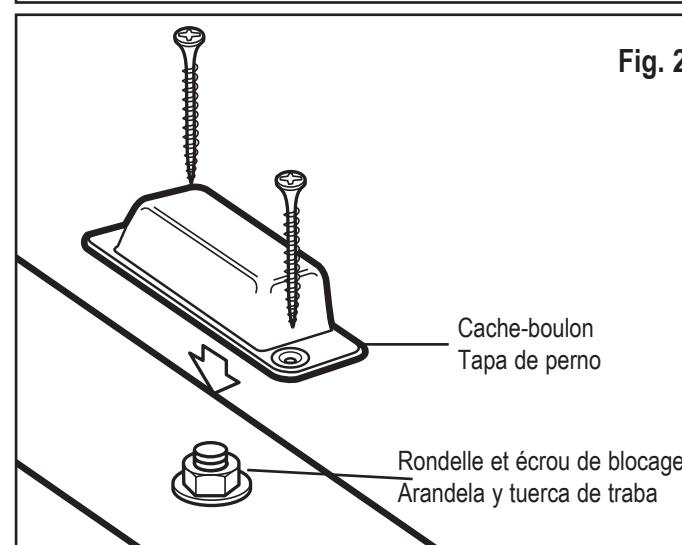

Fig. 2
3. Quite el perno de carro existente del soporte y reemplace con el primer perno de ojo de la red de carga (Cargo Net). Inserta los pernos de ojo que queden a través de la viga y sujetelos todos ellos usando una arandela y tuerca de traba (véase Fig. 2).
5. Ponga las tapas de pernos sobre los pernos como se indica en Fig. 2. Sujete las tapas de pernos usando tornillos de 2".